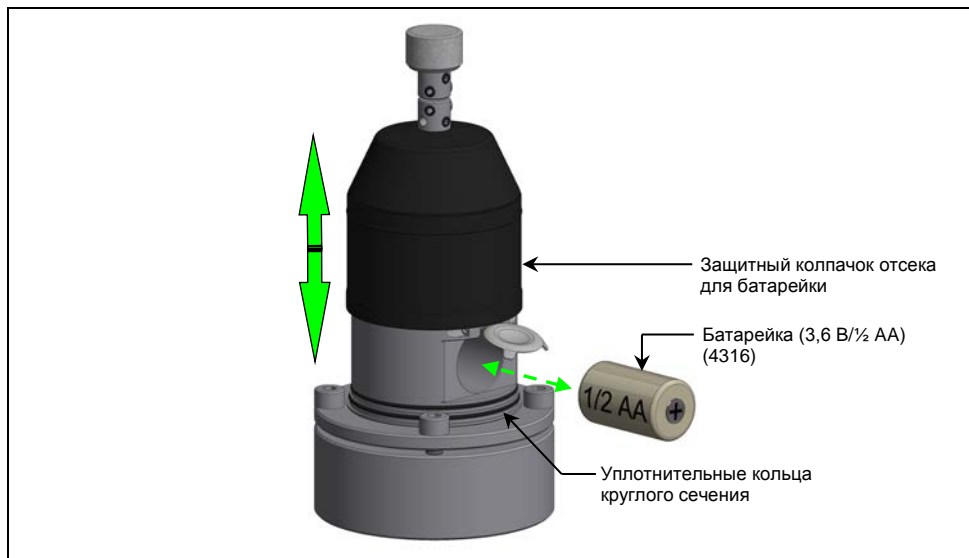

рис. 16 Замена батарейки
1. Сдвиньте защитный колпачок отсека для батарейки вверх (рис. 16).
2. Извлеките старую батарейку из отсека и вставьте новую (рис. 16).
3. Сдвиньте защитный колпачок отсека для батарейки вниз (рис. 16).